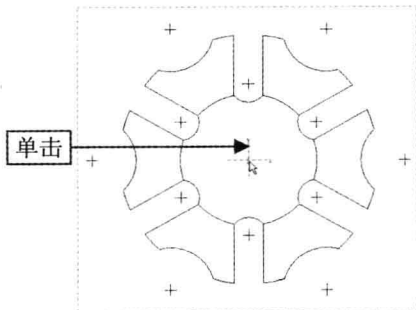

图 2-14 单击鼠标左键
Step 03 在绘图区中的圆心位置处单击鼠标左键，如图 2-14 所示。